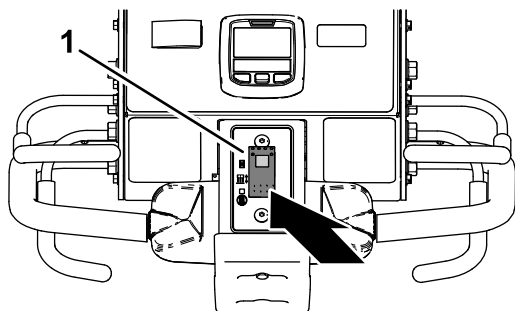

図 93
1. 降下コントロールスイッチ 図 93の下部を押して遅延なし降下位置にする。